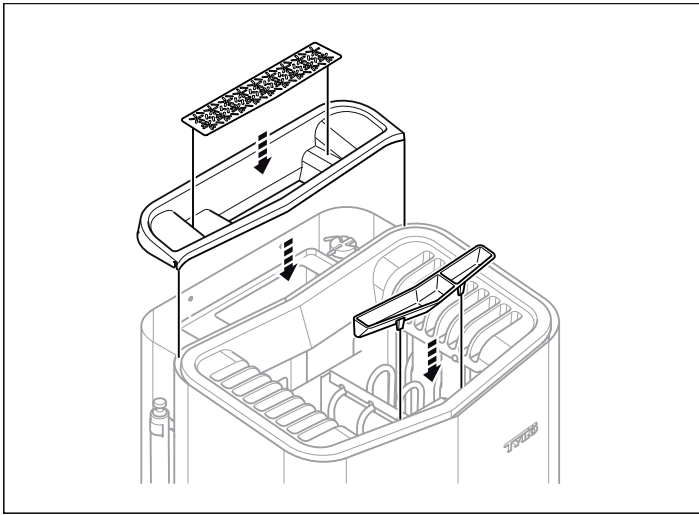

Fig 13: Montering av lock till vattentank, örtsil och doftbehållare/luftfuktare
11. Montera locket till vattentank, örtsil och doftbehållare/luftfuktare (se Fig 13).